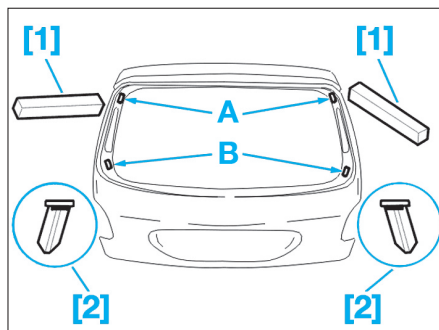

FIG. 9
- Poser les cales [1] (Fig.9) zone (A) sur le volet,
- Poser les cales [2] zone (B) sur le volet ; maintenir les cales avec une boulette de mastic.